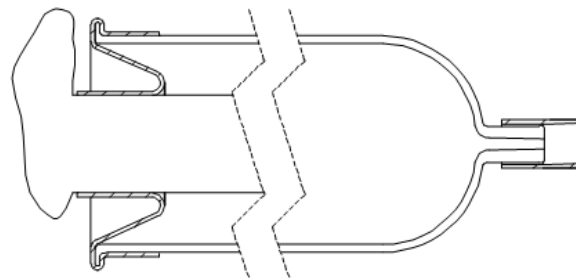

Рис. 7
- Надеть уплотнитель на колбу и придвинуть ее к телу, как это показано на Рис. 7